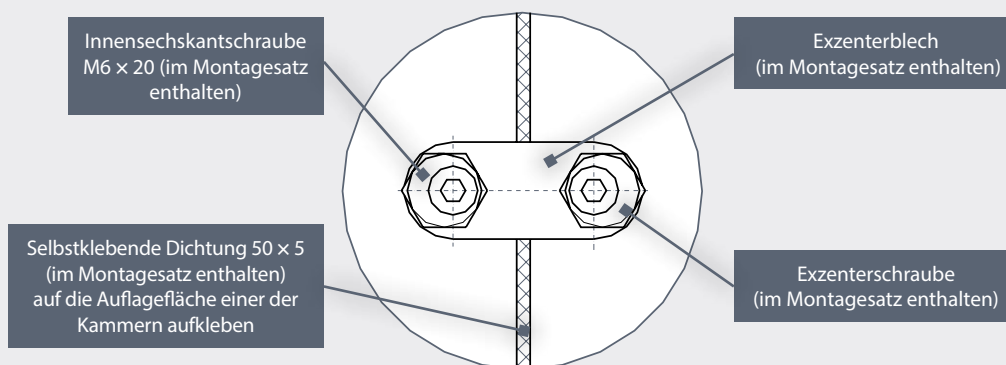
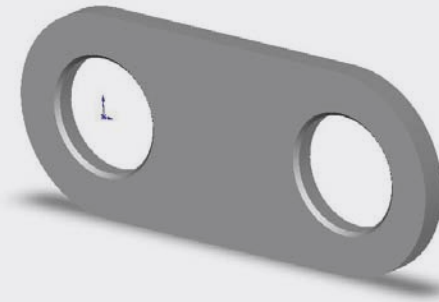

Abb. 1.2: Verbindung mittels Verbindungsexzenter
Abb. 1.3: Kammerverbindungsstück
- Die Kammern müssen mit Hilfe von Verbindungsexzentern zusammengesetzt und verbunden werden – siehe Abb. 1.2 und beigelegte Details Abb. 1.3, 1.4.